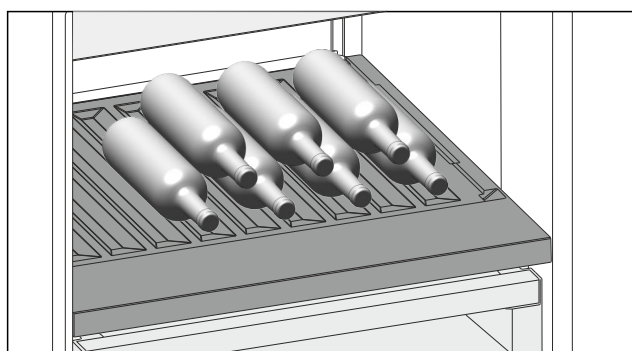

Fig. 178 Ilustrační zobrazení
- Láhve ukládejte dnem dozadu k zadní stěně. (viz Fig. 178)